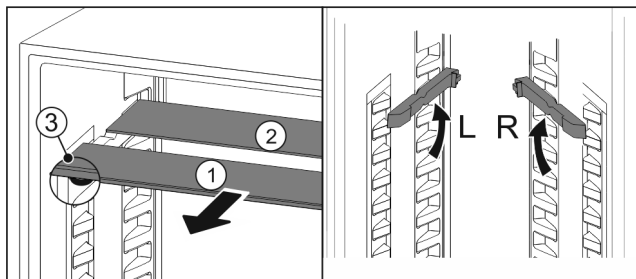

Fig. 104
- Træk glaspladerne ud enkeltvis fremad Fig. 104 (1).
- Glaspladen Fig. 104 (1) med pyntelisten ligger foran.
- Stoppene Fig. 104 (3) peger nedad.